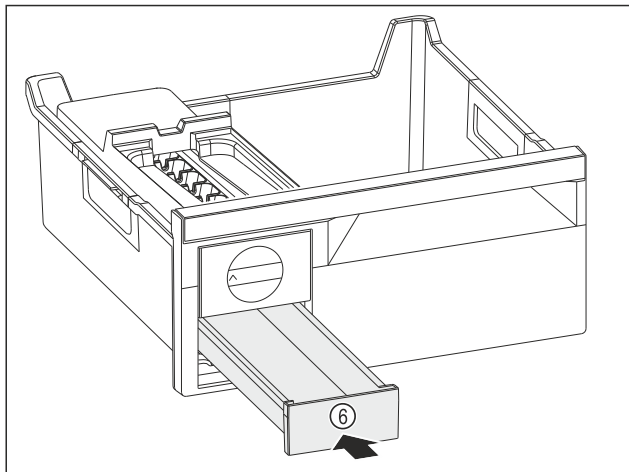

Fig. 84
- ▶ Ijsblokjesvak Fig. 84 (6) inschuiven.